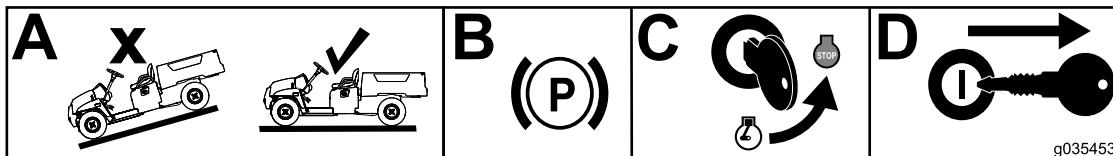

Рисунок 1
- Установите автомобиль на ровную поверхность (вид А на Рисунок 1).
- Включите стояночный тормоз (вид В на Рисунок 1).
- Выключите двигатель (вид С на Рисунок 1).
- Извлеките ключ из замка зажигания (вид D на Рисунок 1).